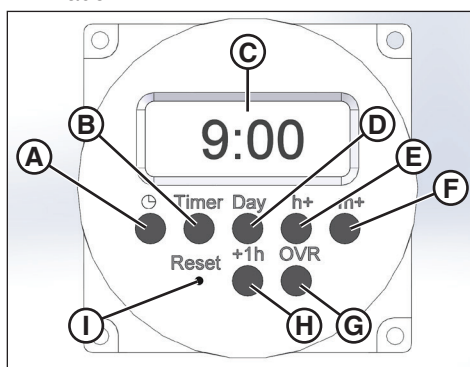

Figura 14
2. Presione el botón OVR (**G**, figura 14) en el módulo del temporizador para encender el modo Manual. Presione nuevamente para apagar.
- a. Con un objeto sin filo presione y suelte el botón de Reset (restablecer) (**I**, figura 14). La pantalla del temporizador (**C**) parpadeará.
- b. Presione los botones del Clock (reloj) (**A**, figura 14) y la hora (**E**) en simultáneo. La hora se restablecerá en 12:00 a. m.
- a. Si actualmente está el horario de verano, presione el botón +1h (**H**, figura 14). (Caso contrario, omita este paso).
- b. Presione y sostenga el botón del Clock (reloj) (**A**, figura 14) mientras presiona al mismo tiempo los botones de Day (día) (**D**), Hour (hora) (**E**) o Minute (minuto) (**F**) hasta que se muestren el día y la hora correctos.
- Presione el botón del Timer (temporizador) (B, figura 14) una vez. Se mostrará la palabra ENCENDIDO en el sector izquierdo de la pantalla.
- Presione el botón de Day (día) (D, figura 14) varias veces para activar/desactivar los días en que el temporizador se encenderá.
- Presione los botones de Hour (hora) (E, figura 14) y minuto (F) hasta que se muestra el horario deseado para que se encienda el temporizador.
- Presione el botón del Timer (temporizador) (B, figura 14) nuevamente. Se mostrará la palabra APAGADO en el sector izquierdo de la pantalla.
- Presione el botón de Day (día) (D, figura 14) varias veces para activar/desactivar los días en que el temporizador se apagará.
- Presione los botones de Hour (hora) (E, figura 14) y minuto (F) hasta que se muestra el horario deseado para que se apague el temporizador.